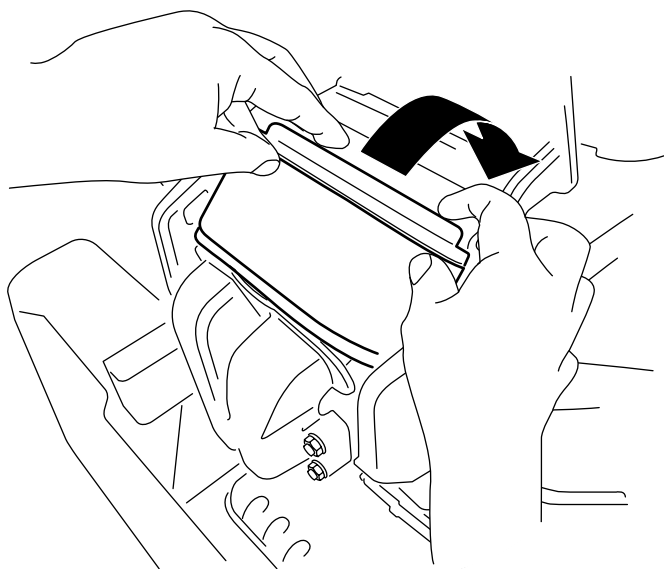

Figura 47
3. Introduzca el filtro en la cámara, girándolo para asentarlos correctamente contra el colector (Figura 47).